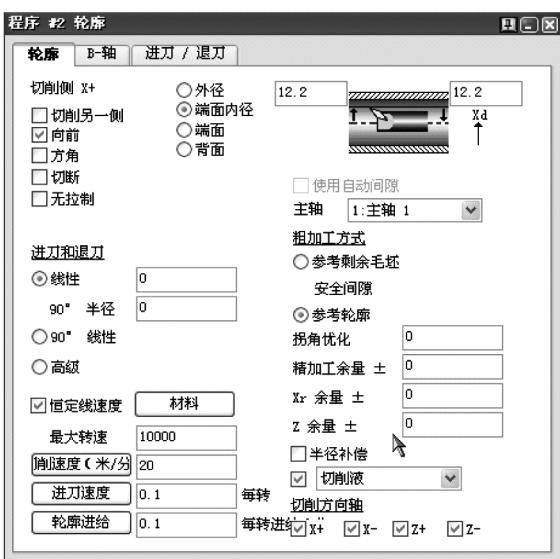

图 6-10 精车程序
- 4) 第二个工序为#3 刀具的精车程序, 如图 6-10 所示。